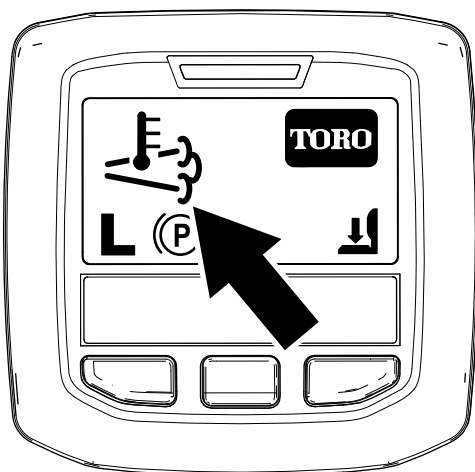

Figura 48
- L'icona della temperatura di scarico elevata viene visualizzata nell'InfoCenter (Figura 48).